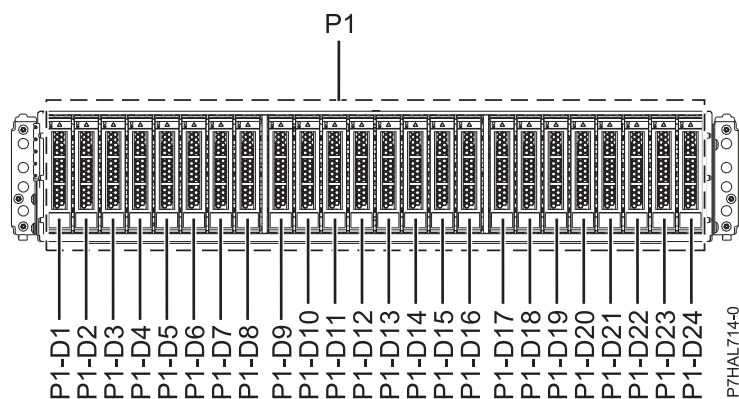
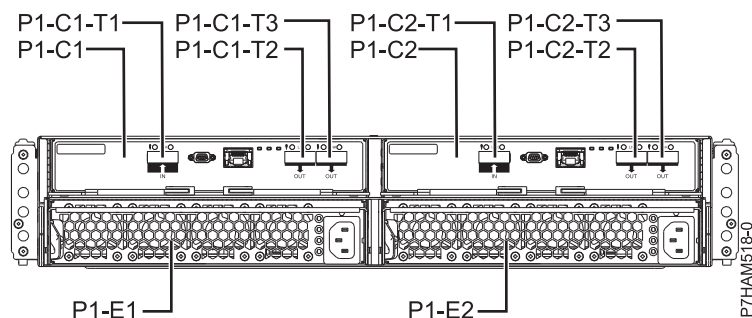

図 31. 5887 ディスク・ドライブ・エンクロージャーの正面図 (ディスク・ドライブの位置を示す)
図 32. 5887 ディスク・ドライブ・エンクロージャーの背面図
5. 保守を行う部品およびエンクロージャーを識別します。ディスク・ドライブおよび SSD スロットはエンクロージャーの前面にあります。図 31 および 図 32 は、エンクロージャーの正面図と背面図で、エンクロージャー内のディスク・ドライブの位置を示しています。